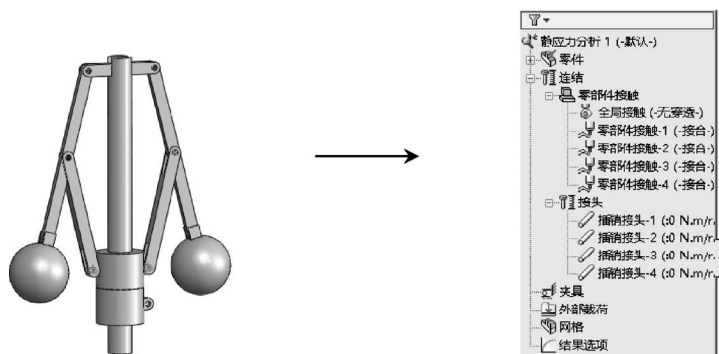

图 9-33 添加“销钉”连接关系 2
STEP 7 同 **STEP 6** 操作，为“连杆 1”和“臂杆 1”、“连杆 2”和“轴环”、“连杆 1”和“轴环”连接处的圆孔面分别添加 3 个销钉连接，如图 9-33 所示。